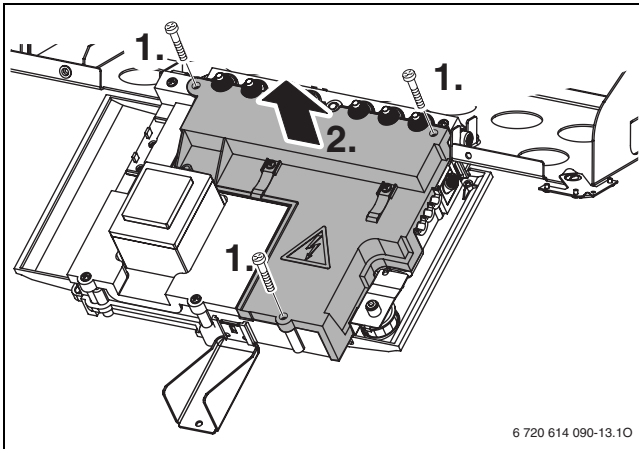

Fig. 22
I fusibili di ricambio si trovano sul retro della copertura del quadro comandi (→ fig. 22).
- ▶ Svitare le viti di fissaggio ed estrarre la copertura posteriore (→ fig. 22).